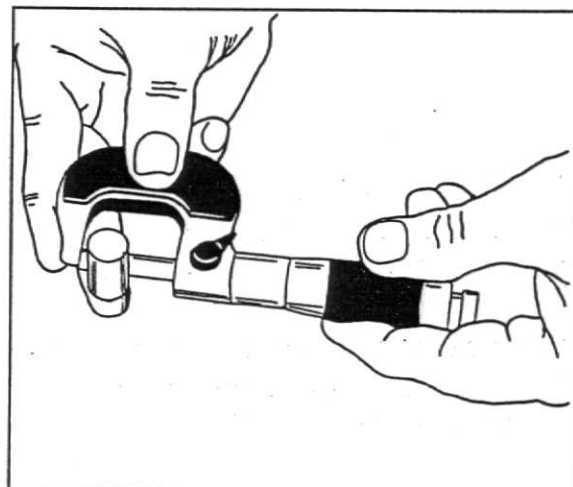

Fig.16
8. Verifique o diâmetro externo do êmbolo: 14,186 - 14,211 mm ou 0,5585 - 0,5595 pol, fig.16.